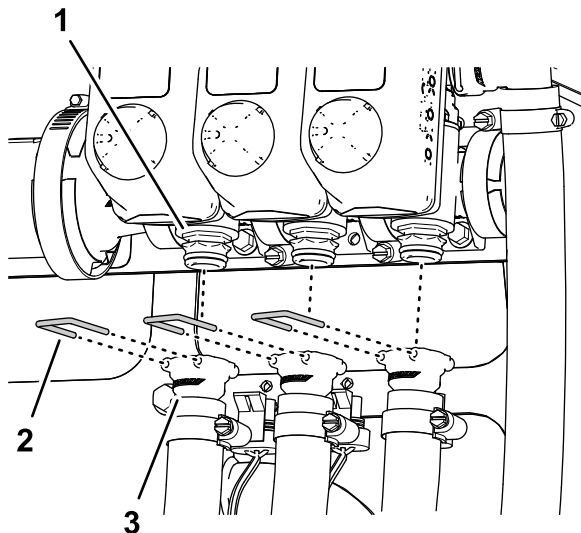

Рисунок 37
6. Снимите держатели, которые крепят быстроразъемные соединители левого, среднего и правого шлангов подачи, с быстроразъемных соединителей клапанов секций опрыскивателя (**Рисунок 37**).
7. Отсоедините шланги подачи левой, средней и правой секций от быстроразъемных соединителей клапанов секций опрыскивателя и снимите эти шланги с машины (**Рисунок 37**).